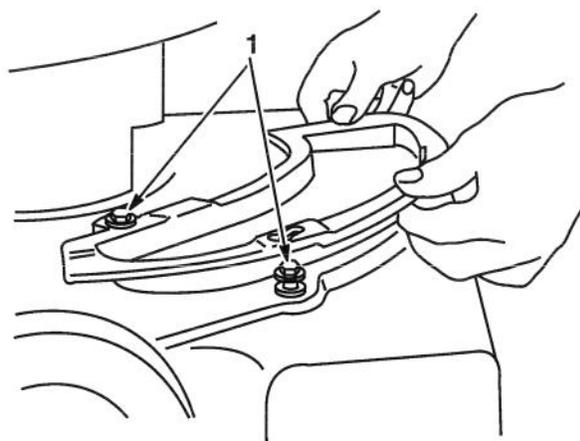

Figure 38
3. Les deux boulons à épaulement du carter de la tondeuse dépassent des trous oblongs de l'obturateur et n'ont pas besoin d'être desserrés ou retirés. L'obturateur se déplace sur les têtes de ces boulons (Fig. 38).
- Les deux boulons à épaulement du carter de la tondeuse dépassent des trous oblongs de l'obturateur et n'ont pas besoin d'être desserrés ou retirés. L'obturateur se déplace sur les têtes de ces boulons (Fig. 38).
- Fixer à l'aide de la vis à ailettes (Fig. 38).